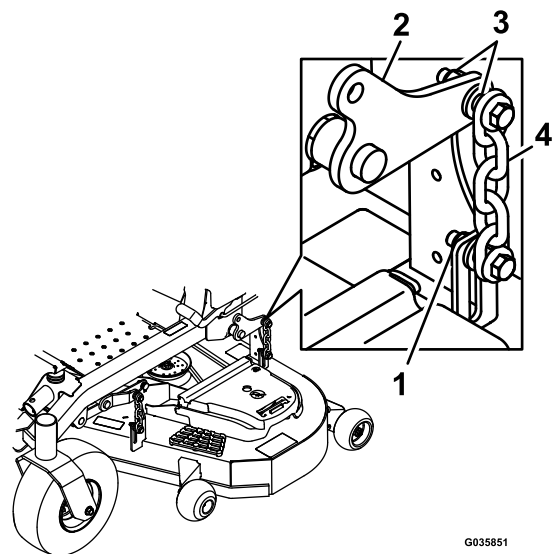

Bild 85
16. Lösen Sie die Sicherungsmuttern (**Bild 85**) an allen vier Ecken und stellen Sie sicher, dass das Mähwerk fest auf allen vier Blöcken sitzt.